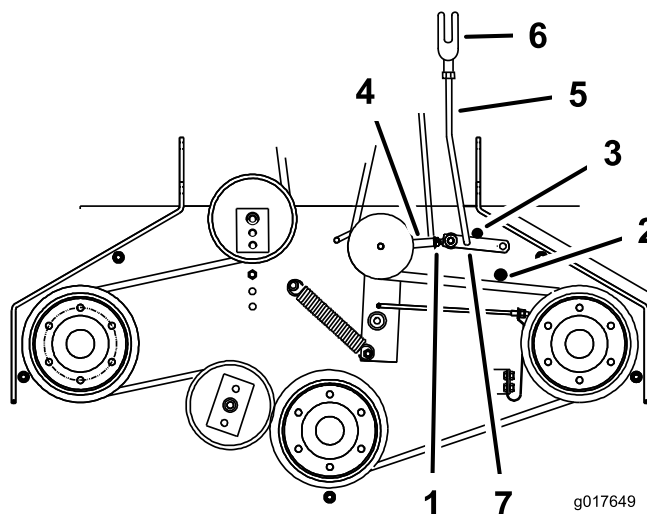

Figure 51
5. Vérifiez que le bras d'assistance est en appui contre la butée arrière sur le tablier (Figure 51).
7. Le bras d'assistance doit toucher la buté avant sur le plancher. Dans le cas contraire, réglez le levier coudé pour le rapprocher du renfort (Figure 51).
8. Pour ajuster la biellette du bras d'assistance, enlevez la goupille fendue du bras d'assistance (Figure 51).
11. Installez la biellette dans le bras d'assistance et fixez-la avec la goupille fendue (Figure 51).